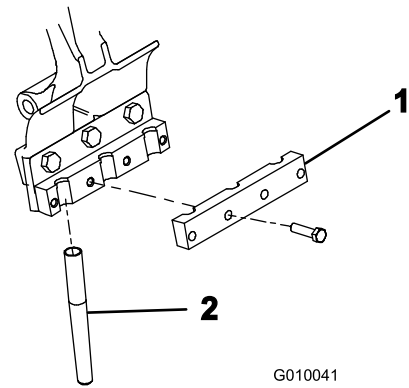

Figura 25
- Instale provisionalmente una abrazadera de taladros en cada portataladros con 4 pernos de $\frac{3}{8} \times 1\frac{1}{2}$ " (Figura 25). No apriete los pernos.